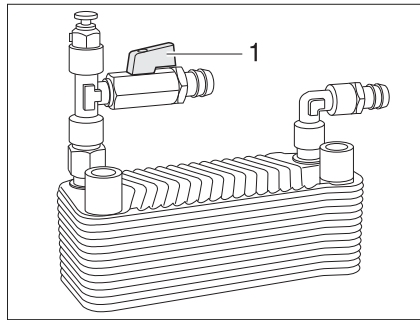

Fig. 170 Termocambiador Alde
*Poner en marcha:* ■ Colocar el tirador (Fig. 170,1) del grifo de cierre en paralelo a la tubería.
*Apagar:* ■ Colocar el tirador (Fig. 170,1) del grifo de cierre transversalmente a la tubería.